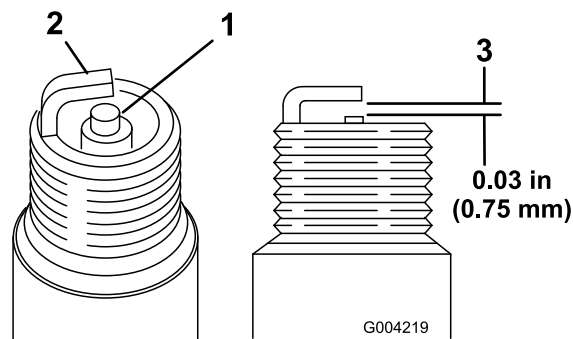

Figura 50
1. Mire la parte central de ambas bujías (Figura 50). Si se observa un color gris o marrón claro en el aislante, el motor está funcionando correctamente. Si el aislante es de color negro, significa que el limpiador de aire está sucio.
2. Compruebe la separación entre los electrodos central y lateral (Figura 50).
3. Si la distancia no es correcta, doble el electrodo lateral (Figura 50).